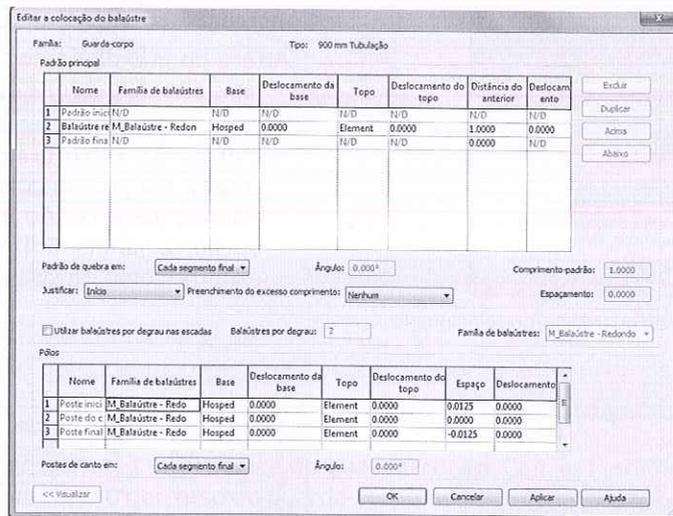

Figura 11.98 – Editar a Colocação do Balaústre.
- Colocação do balaústre:** essa opção indica os parâmetros do suporte vertical do guarda-corpo; ao selecionarmos **Editar**, é exibida a janela **Editar a Colocação do Balaústre**, como mostra a Figura 11.98.